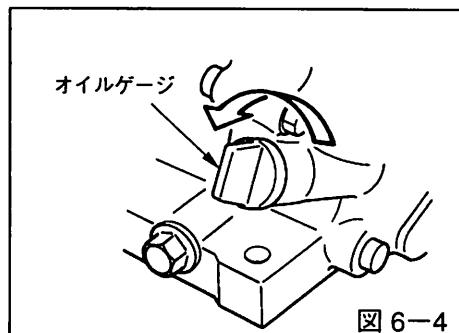

図 6-4
- エンジンの始動前にオイルゲージを反時計方向に回して外し、一度ウエスで拭った後、ゲージをねじ込まずに差し込んで点検してください。（図6-4参照）